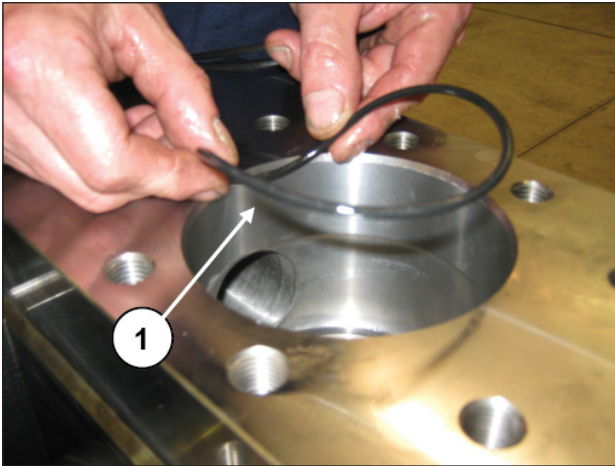

Fig. 188
Insira o anel circular (pos. ①, Fig. 188).